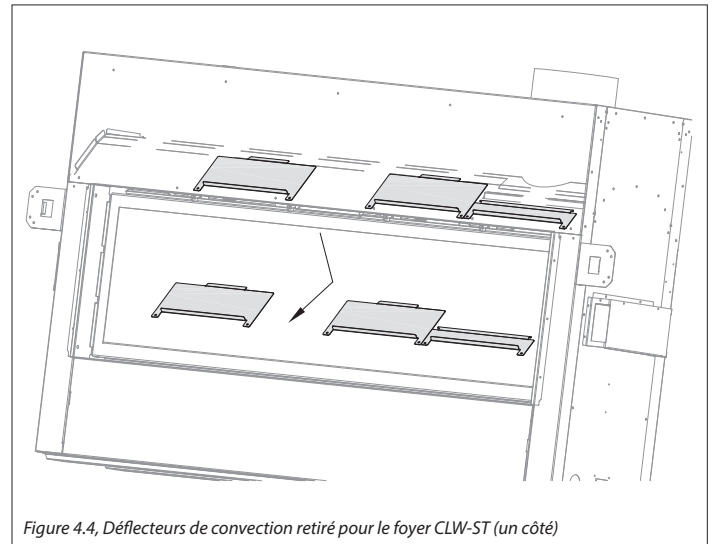

Figure 4.4, Déflecteurs de convection retiré pour le foyer CLW-ST (un côté)
**CLW-ST :** Retirez du foyer les (6) déflecteurs de convection. Ces déflecteurs sont fixés chacun par (2) vis, derrière le bord supérieur des deux ouvertures du foyer (voir Figure 4.4).